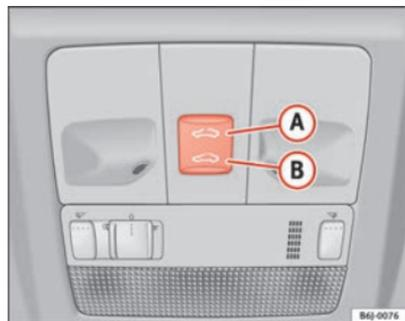

Fig. 52 Techo panorámico / deflector
- Pulse y mantenga pulsado el botón **(B)** ⇒ fig. 52 ⇒ △, el techo realiza el movimiento de cerrado hasta que se suelta el botón.